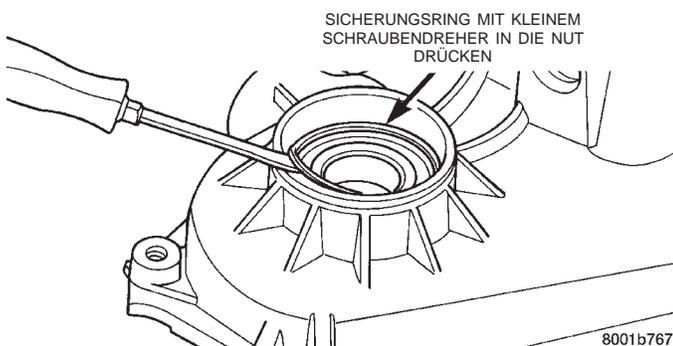

Abb. 44 Sicherungsring des vorderen Abtriebswellenlagers einbauen
(5) Den Sicherungsring des vorderen Abtriebswellenlagers einbauen (Abb. 44). Den Sicherungsring zunächst von Hand einlegen. Anschließend den Ring mit einem kleinen Schraubendreher nach und nach